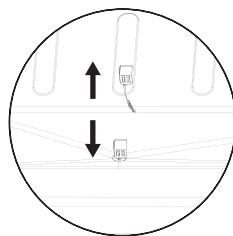

Abb. 1
- Um ein ordnungsgemäßes Ablaufen des Abtawassers zu gewährleisten, reinigen Sie regelmäßig den Ablauffilter am Tauwasserausfluss. Dieser Ausfluss befindet sich auf der Rückseite des Kühlbereichs (siehe Abb. 1) Lassen Sie den Ablauffilter immer eingesetzt, damit sich der Tauwasserabfluss durch Verschmutzungen nicht zusetzt.